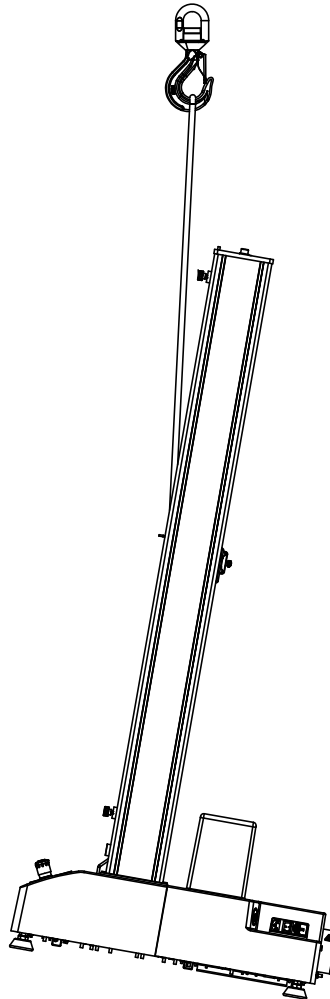

Abbildung 13. Anheben des Prüfrahmens mit einem Kran
1. Befestigen Sie den Hebegurt an der Traverse und sichern Sie ihn am Kranhaken, sodass der Gurt sich vertikal von der VORDERSEITE der Traverse wie in Abbildung 13 auf Seite 67 gezeigt ausweitet. Wenn Sie anstelle eines Hebegurts